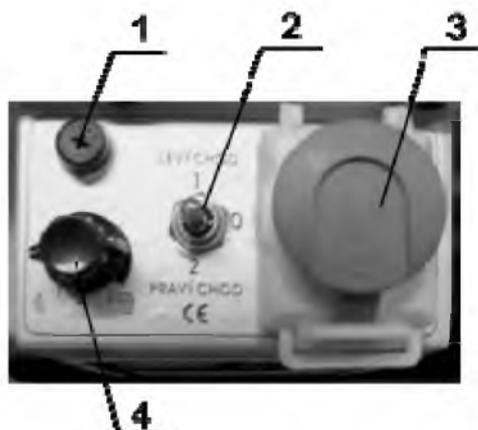
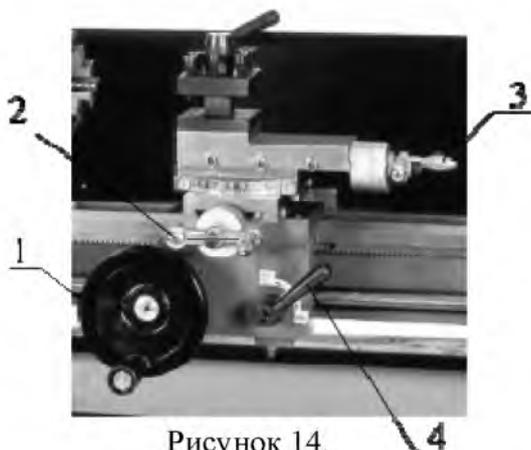

Рисунок 6.
Рисунок 14.
Выберите направление вращения шпинделя переключателем **2** (рис. 6). Потенциометр **4** должен быть установлен в нулевом положении. Вставьте вилку станка в сеть 230 В. с заземлением. Разблокируйте кнопку аварийного выключателя **3**, сместив его вверх по стрелке. Включите станок, плавно вращая потенциометр **4** по часовой стрелке, на минимальные обороты шпинделя (см. рис. 6).
Подведите резец к заготовке. Переместите резец на глубину резания, рукояткой 2. При помощи маховика ручного перемещения каретки суппорта 1 или рукоятки ручного перемещения верхних салазок суппорта 3 перемещайте резец. Продолжайте обработку на необходимую длину. После этого резец отведите от заготовки (см. рис.14).
5. Отведите инструмент от заготовки. После этого переместите каретку суппорта в исходное положение (см. рис.14).
Принцип нарезания резьбы похож на обработку заготовки по наружному диаметру с механической подачей. Разница состоит в более высокой скорости подачи, которая обеспечивается подбором передаточного отношения сменных шестерён. Рукоятка включения и выключения полугайки ходового винта (4 рис.14.) при нарезании резьбы включается при первом проходе и выключается по окончании операции нарезания резьбы на данной детали. Обратное перемещение суппорта осуществляется с помощью переключателя направления вращения шпинделя (2 рис. 6), после остановки шпинделя потенциометром (4 рис. 7).